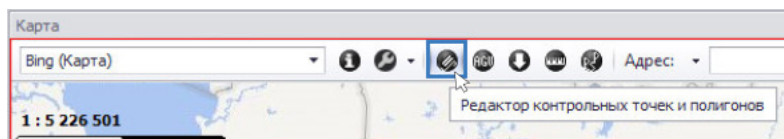

Рис.114. Вызов Редактора КТ и полигонов.
- вызвать Редактор контрольных точек и полигонов, нажав кнопку Редактор контрольных точек и полигонов на верхней панели инструментов Модуля отображения карт (**Рис.114**);